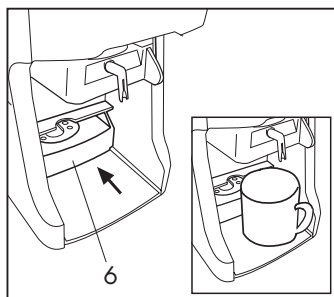

Fig. 5
Per l'utilizzo di tazze grandi spingere la vaschetta raccogli gocce (6) all'interno della macchina in modo da appoggiare la tazza direttamente sul fondo della macchina. (**Fig. 5**)